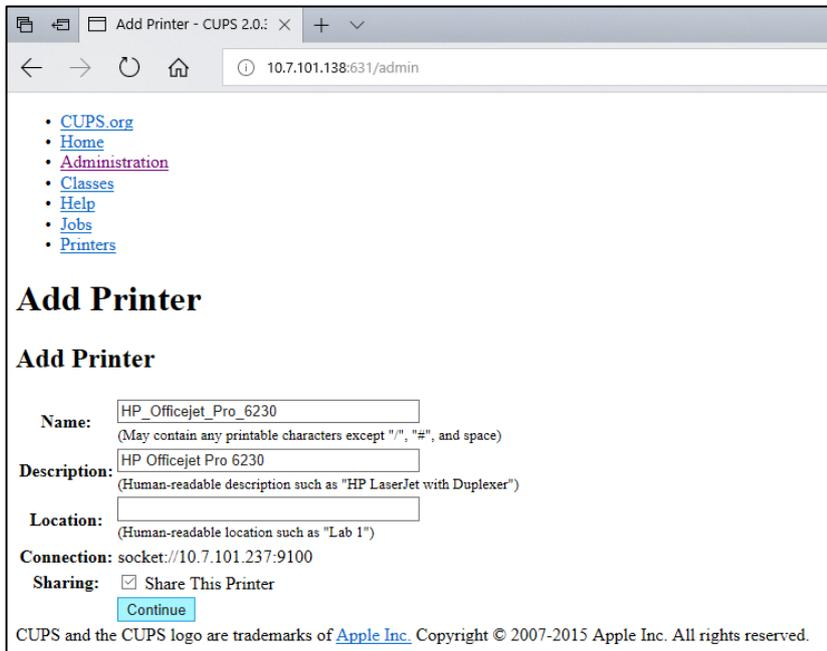

Abbildung 102. Bildschirm Add Printer (Drucker hinzufügen).
5. Wählen Sie Share this printer (Diesen Drucker freigeben) und drücken Sie auf Continue (Weiter) (Abbildung 102).